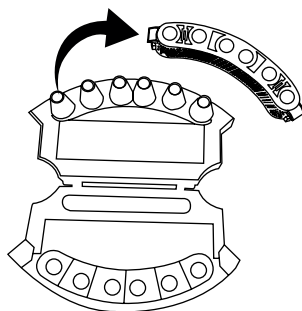

Figure 2
2. Pour accéder au filtre de protection, ouvrez le compartiment à poussière. Déclipez le filtre de protection de la partie cyclonique à l'aide des encoches de déverrouillage (Figure 2).